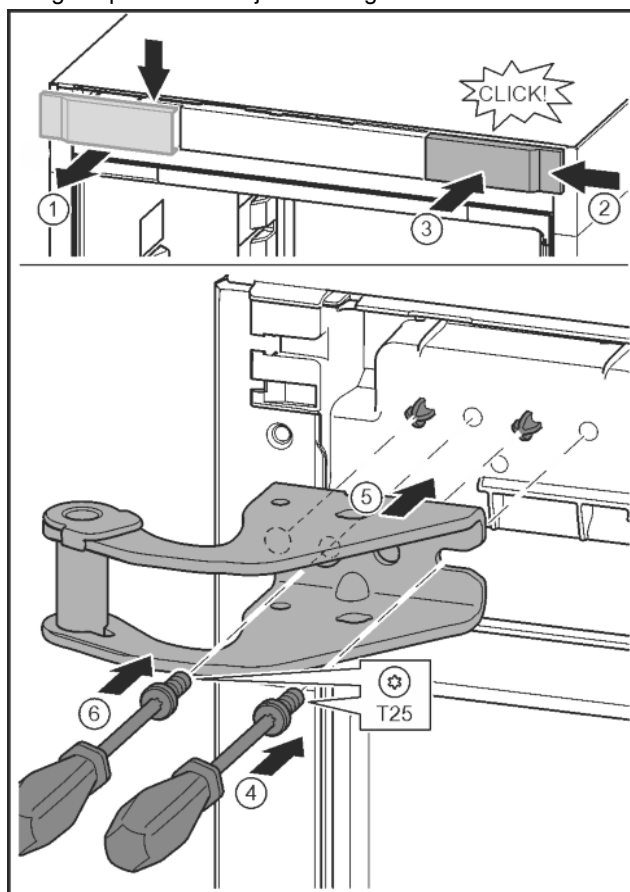

Fig. 14
- Otpustite pokrov i skinite ga bočno. Fig. 14 (1)
- Objesite pokrov okrenut za 180° na drugoj strani s desne strane. Fig. 14 (2)
- Pustite da pokrov uskoči. Fig. 14 (3)
- Odvijačem T25 postavite vijke. Fig. 14 (4)
- Postavite gornji podložak ležaja. Fig. 14 (5)
- Pritegnite vijak. Fig. 14 (6)
- Odvijačem T25 umetnite i pritegnite vijak. Fig. 14 (6)